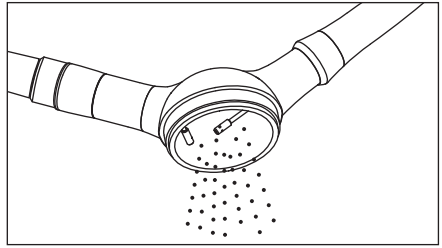

Figure 5
1) Ouvrez le couvercle de la chambre poudre et jetez la poudre de nettoyage restante (figure 5).